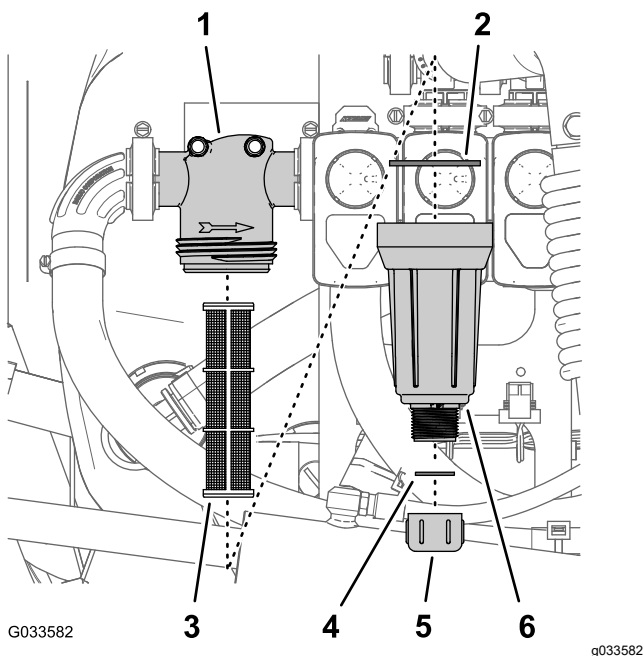

Figura 96
2. Amplasați o tavă de golire sub filtrul de presiune (Figura 96).
3. Rotii capacul de golire în sens invers acelor de ceasornic i scoateți-l din vasul filtrului de presiune (Figura 96).
4. Rotii vasul în sens invers acelor de ceasornic i îndepărtați capul filtrului (Figura 96).
5. Îndepărtați elementul filtrului de presiune (Figura 96).
7. Verificați dacă există deteriorare i uzură la nivelul garniturii pentru bușonul de golire (situat în interiorul vasului) i garniturii pentru vas (aflată în interiorul capului filtrului) (Figura 96).
8. Montați un nou element de filtrare de presiune la capul filtrului (Figura 96).
9. Montați vasul pe capul filtrului i strângeți-l manual (Figura 96).
10. Montați capacul de golire pe fittingul din partea de jos a vasului i strângeți capacul manual (Figura 96).